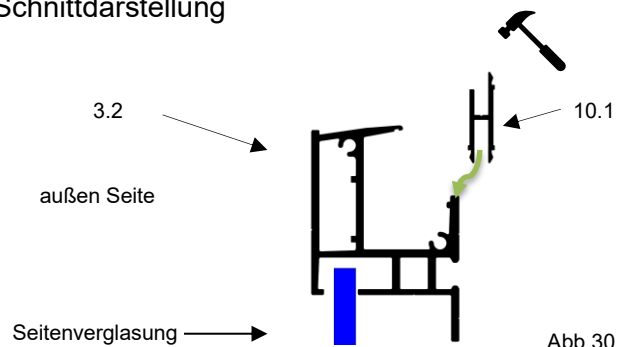

Abb.30
3. die H-Schiene (10.1) in das Traufprofil (3.2) einsetzen, ggf. leicht mit einem Gummihammer nacharbeiten! (Abb.30)